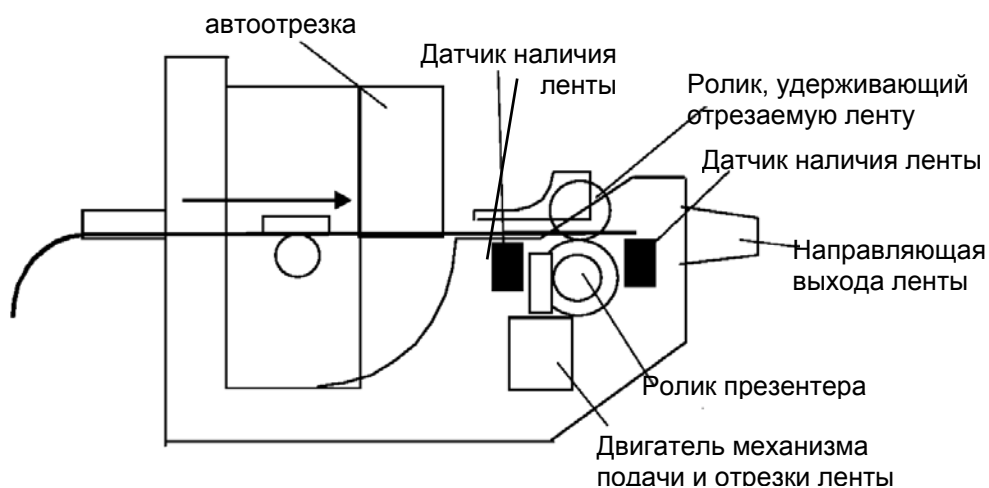

Рисунок 7.3 - Начало процесса подачи ленты с петлей
7.5.2 Операция подачи ленты выполняется в тот момент, когда на принтер поступает команда подачи ленты к механизму печати (Рисунок 7.3). Двигатель механизма подачи и отрезки ленты поворачивается против часовой стрелки, при этом ролик презентера поворачивается по часовой стрелке. Ролик, удерживающий отрезаемую ленту, прижимается к ролику презентера посредством пружины.